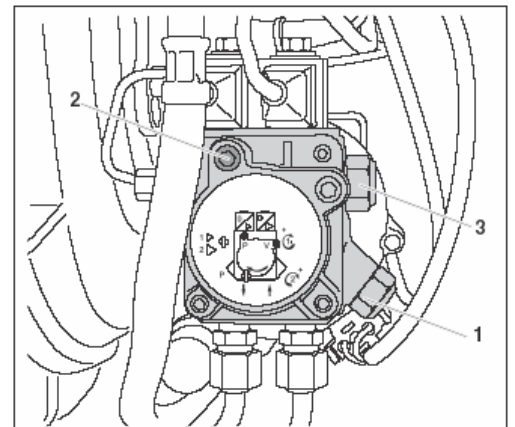

Fig. 1 Indstilling af tryk
- O2 skal ligge mellem 3,0 – 3,5 %. Ved afvigelse juster på indstillingsskruen "3". (Se fig.1)
- O2 skal ligge mellem 3,0 – 3,5 %. Ved afvigelse juster på indstillingsskruen "1". (Se fig.1) Olietrykket kan ligge mellem 15-20 bar.